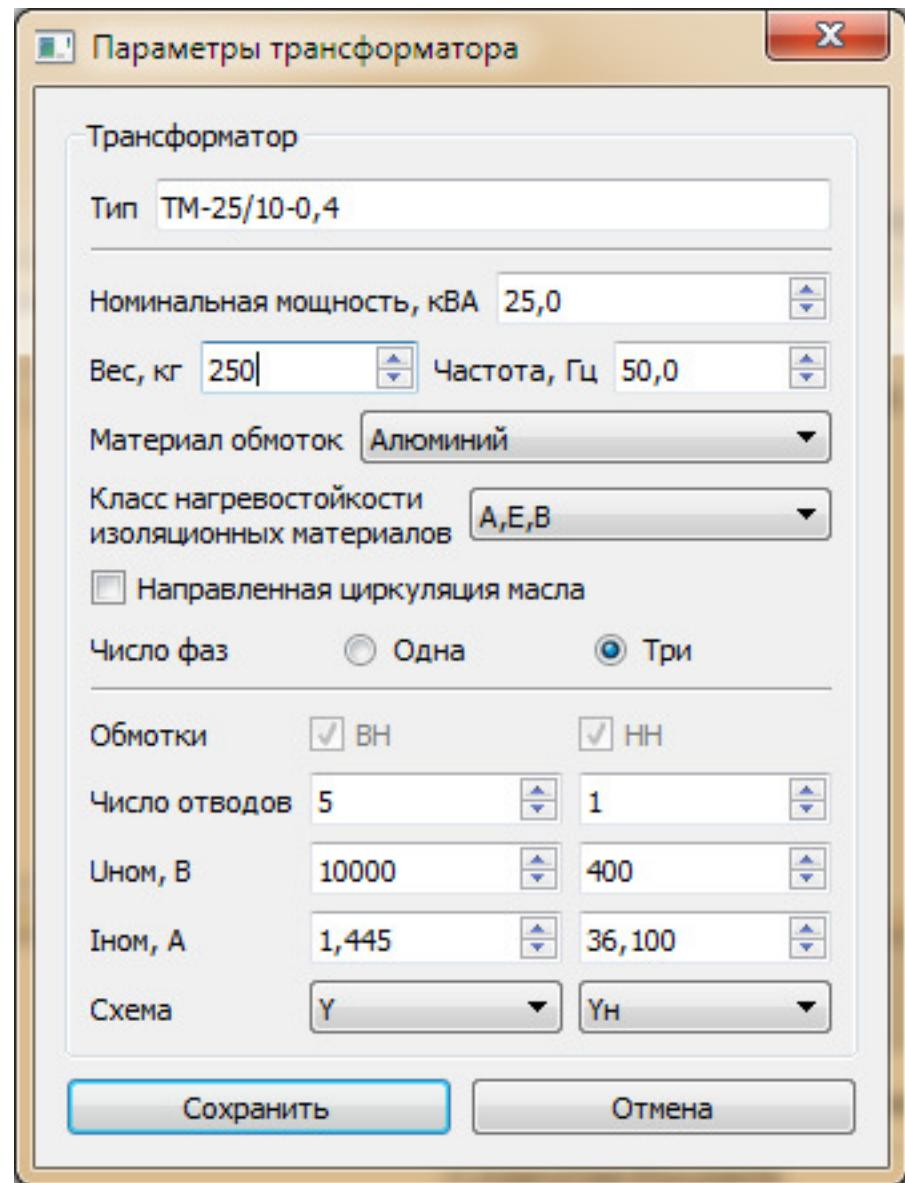

Рис. 26. Окно «Параметры трансформатора»
**6.1.2.** С помощью кнопки «Добавить» можно внести новый тип трансформатора в справочник. При этом откроется диалоговое окно «Параметры трансформатора» (рис. 26).